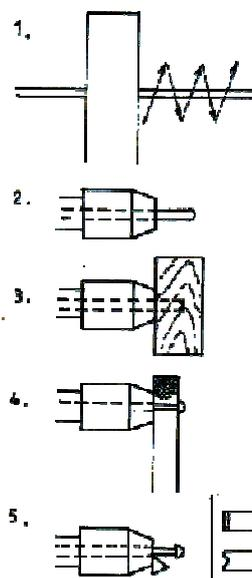

Abb. 8: Bolzenfertigung zu Fuß, Op. 1-5.
- a. Mit Hand und Feile in Stiftenklöbchen: Einen Schlosser erkennt man daran, daß er einen geraden Strich feilen kann, d.h. eine Oberfläche in einer Richtung so befeilen, daß sie eben wird. Da diese Kunst der Feilenführung nicht jeder beherrscht, wird bei folgendem Ablauf die Feile festgehalten und das Werkstück geführt (Abb. 8 / Op. 1-5).